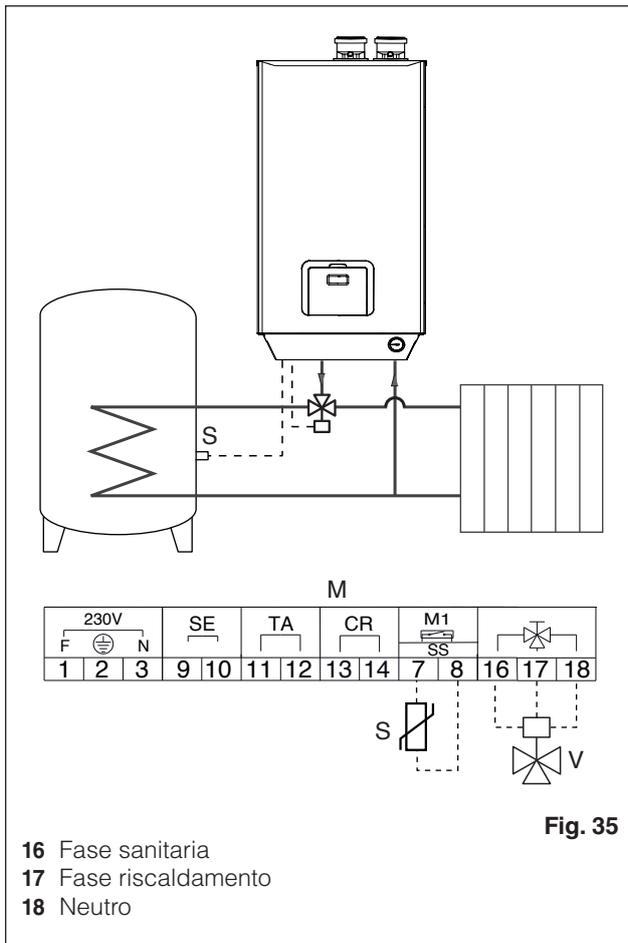

Fig. 35
- realizzare il circuito idraulico rappresentato in Fig. 35
- collegare elettricamente la valvola deviatrice (V) ai contatti 16, 17 e 18 predisposti sulla morsettiera di caldaia (M)
- collegare la sonda bollitore (S) fornita come accessorio ai contatti 7 e 8 della morsettiera di della caldaia (M)